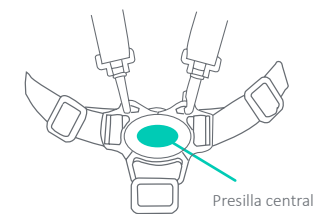

Fig. 11
11) • Presione el botón rojo en la presilla central para destrabar las dos hebillas del arnés (Fig. 11).